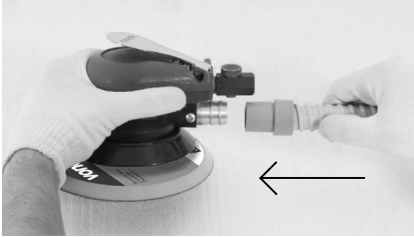

Fig. 4 – Conexão do coletor de pó
- Conecte a mangueira do coletor de pó (Fig. 4);